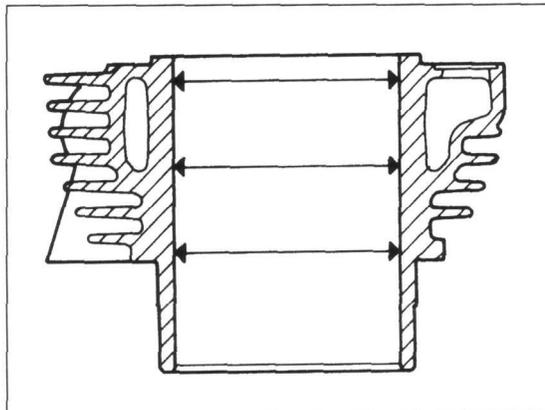
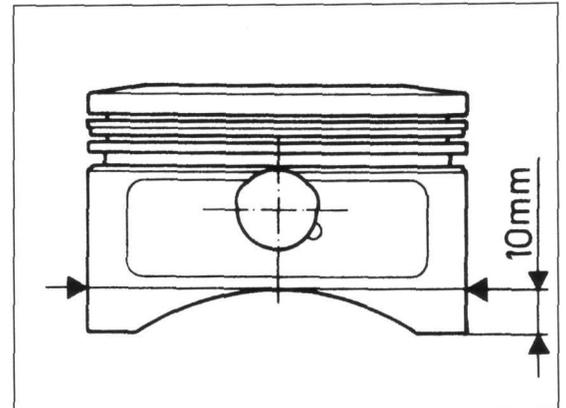

Bild 168 >
Bild 169
- 📏 Am Kolbenhemd 10 mm über Unterkante, im rechten Winkel zur Bolzenbohrung (Bild 168), Aussendurchmesser des Kolbens messen. Errechnetes Spiel des Kolbens im Zylinder (Bild 169) darf maximal 0,11 mm betragen (Einbaumass 0,025 - 0,045 mm).